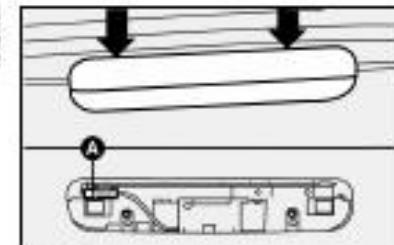

fig. 55
1) pressionar os locais indicados pelas setas **fig. 55** na tampa plástica do brake-light, que se encontra sobre o compartimento de bagagem. Retirar a tampa, puxando-a;